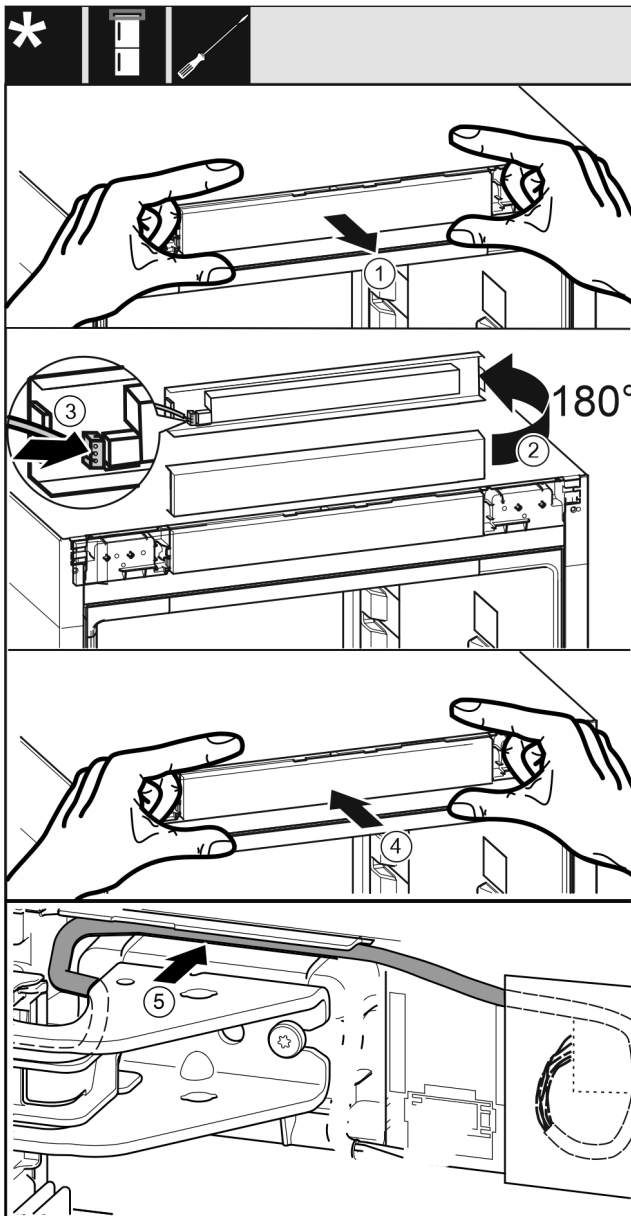

Fig. 38
- ▶ Осторожно извлеките фальшпанель Fig. 38 (1).
- ▶ Поверните фальшпанель Fig. 38 (2) вверх на 180°.
- ▶ Зафиксируйте штекер Fig. 38 (3) на фальшпанели.
- ▶ Снова зафиксируйте фальшпанель Fig. 38 (4) на устройстве.
- ▶ Осторожно проложите кабель Fig. 38 (5) в направлении над верхним опорным кронштейном.